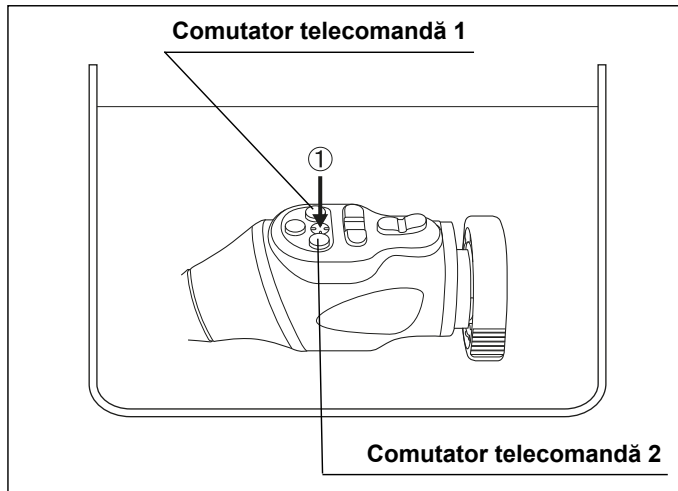

Figura 5.7
- 7 Spălați cu soluție de detergent prin spațiul dintre comutatoarele de telecomandă 1 și 2, indicate de săgeți, folosind seringă curată de 30 ml, în timpul scufundării în soluție de detergent, până când toate resturile sunt evacuate. (Vezi figura 5.7)
- 5** Spălați cu soluție de dezinfectant prin spațiul dintre comutatoarele de telecomandă 1 și 2, indicate de săgeți, folosind seringă curată de 30 ml, în timpul scufundării în soluție de dezinfectant, până când toate bulele de aer sunt evacuate. (Vezi figura 5.7)